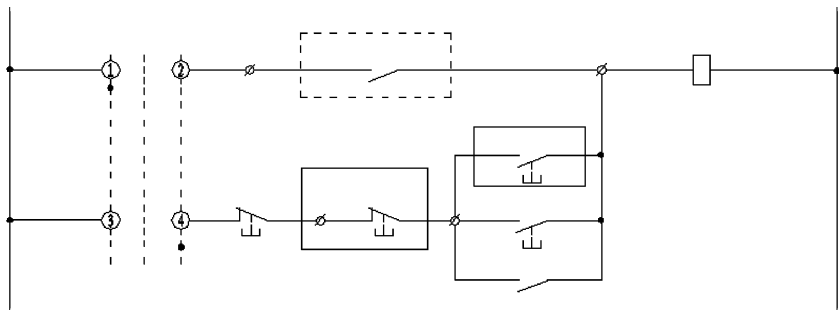

图 15-37 插入图形符号
(3) 将绘制好的图形符号插入到接线图中，然后单击“默认”选项卡“修改”面板中的“修剪”按钮和“删除”按钮，修剪图中各种图形符号以及连接线，并删除多余的图形，得到如图 15-37 所示的结果。